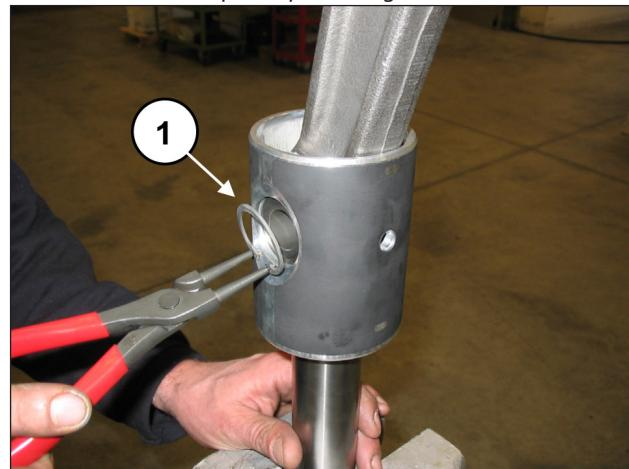
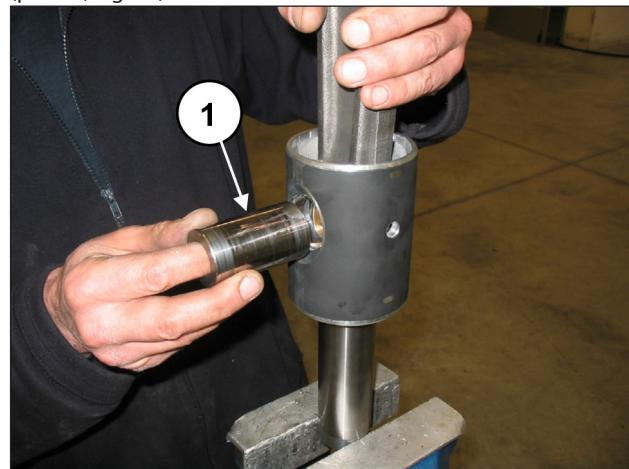
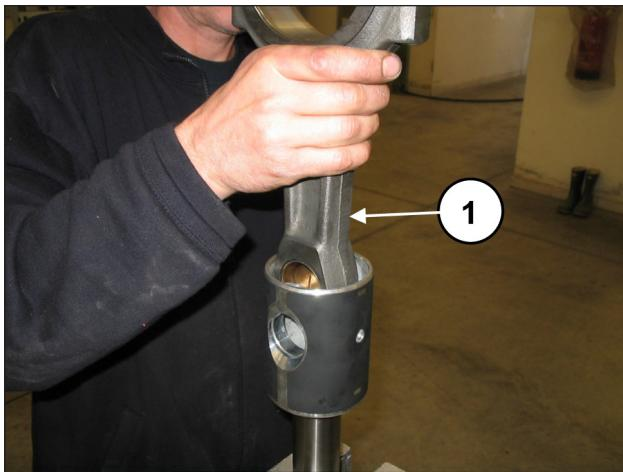

Fig. 43
Fig. 44
Fig. 45
Remova os dois anéis seeger de bloqueio da cavilha, usando uma ferramenta adequada (pos. ①, Fig. 43).
Puxe o pino (pos. ①, Fig. 44) e realize a extração da biela (pos. ①, Fig. 45).
Insira a biela na guia do pistão (pos. ①, Fig. 45) e em seguida insira o pino (pos. ①, Fig. 44). Aplique os dois anéis seeger elásticos com a ferramenta adequada (pos. ①, Fig. 43).